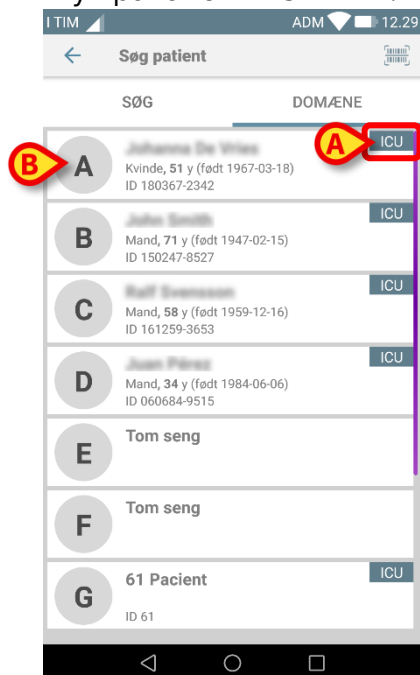
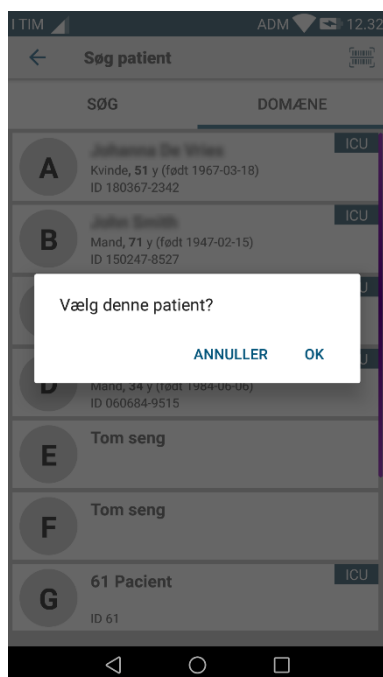

Fig 40
Fig 41
- Tryk på fanen "DOMAIN". Følgende vindue vil blive vist (Fig 40)
Patienterne Fig 40 er opført i alle uden hensyntagen til deres domæne. Mærket øverst til højre på hver flise fremhæver patienternes domæne (Fig 40 **A**).
- Tryk på den flise, der er angivet i Fig 40 **B**. Brugerbekræftelse er påkrævet (Fig 41).